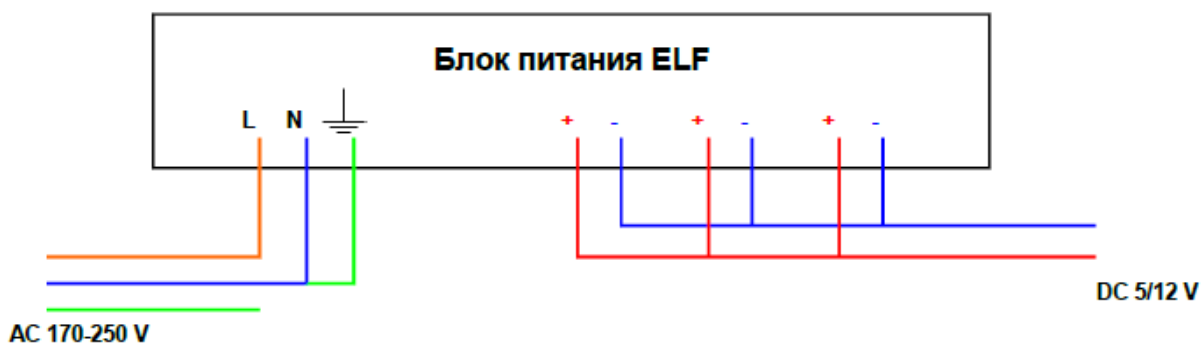

Рисунок 2.
• Для объектов (электроустановок), в которых применён принцип глухозаземлённой нейтрали (Рисунок 2)*: